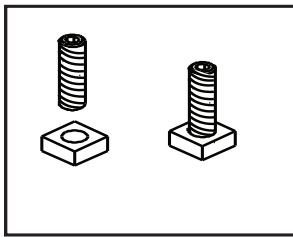

Figure 23.1
1. Vissez les boulons Allen dans les écrous jusqu'à ce qu'ils soient à ras. **Figure 23.1.** Les boulons Allen et les écrous sont inclus dans le kit de pièces placé dans la boîte à feu du poêle.